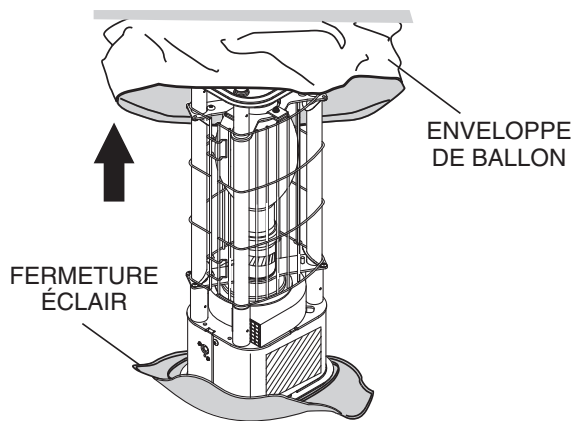

Figure 36. Enroulement de l'enveloppe du ballon
5. Rouler l'enveloppe du ballon (Figure 36) vers le haut pour exposer la lampe.